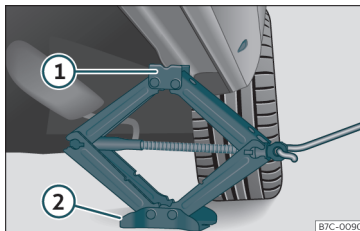

Fig. 43 Larguero: colocación del gato del vehículo.
- Gire la manivela del gato*, situado bajo el punto de apoyo del larguero, para elevarlo hasta que la pestaña ① >>> fig. 43 quede situada bajo el alojamiento previsto.
- Alinee el gato* de modo que la pestaña ① “agarre” en el alojamiento previsto del larguero y la placa base móvil ② quede apoyada en el suelo. La placa base ② debe caer en la vertical respecto al punto de apoyo ①.